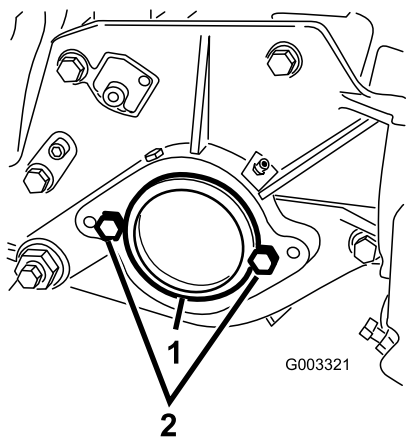

Figura 7
3. Sul lato destro dell'apparato di taglio, togliete il tappo in plastica dall'alloggiamento del cuscinetto (Figura 7).
4. Togliete i 2 bulloni dalla piastra laterale destra (Figura 7).
1. Tappo in plastica 2. Bulloni (2)
6. Montate, senza stringere eccessivamente, i 2 bulloni di montaggio del motore del cilindro sulla piastra laterale sinistra dell'apparato di taglio (Figura 7).